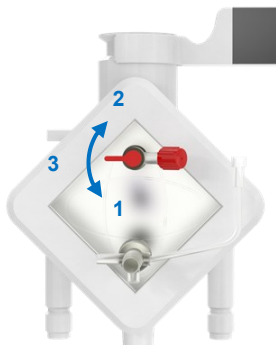

Figura 23 Valvola di debollaggio dell'ossigenatore
- Ruotare il rubinetto rosso sull'ossigenatore verso il basso nella posizione pre-filtraggio (Figura 23, posizione 1; filtraggio pre-arterioso).
- Ruotare il rubinetto rosso sull'ossigenatore verso l'alto nella posizione post-filtraggio (Figura 23, posizione 2; filtraggio post-arterioso).
- Ruotare il rubinetto rosso sull'ossigenatore nella posizione pre-filtraggio (Figura 23, posizione 1; filtraggio pre-arterioso).
- Ruotare il rubinetto rosso sull'ossigenatore nella posizione post-filtraggio (Figura 23, posizione 2; filtraggio post-arterioso).